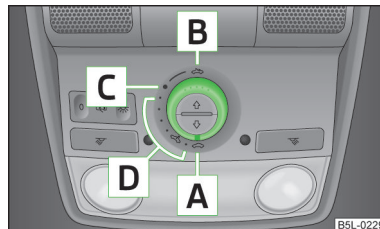

Fig. 21
Il tetto scorrevole panoramico (di seguito solo tetto scorrevole/sollevabile) con tendina parasole avvolgibile si aziona con l'apposito interruttore solo ad accensione» fig. 21 a pagina 39. L'interruttore può essere innestato in più posizioni.
- Quando si scollega e ricollega la batteria può accadere che in seguito il tetto apribile-scorrevole non si chiuda più completamente. A tale scopo ruotare la manopola in posizione [\[A\]](#) e premerla nella parte anteriore per circa 10 secondi.» fig. 21 a pagina 39
- Ruotare l'interruttore in posizione [\[C\]](#) » fig. 21.
- Ruotare l'interruttore in una posizione nel settore **D**, » fig. 21
- Portare l'interruttore in posizione **B** » fig. 21 e lasciarlo in questa posizione (posizione molleggiata).
- Ruotare l'interruttore in posizione **A** » fig. 21.